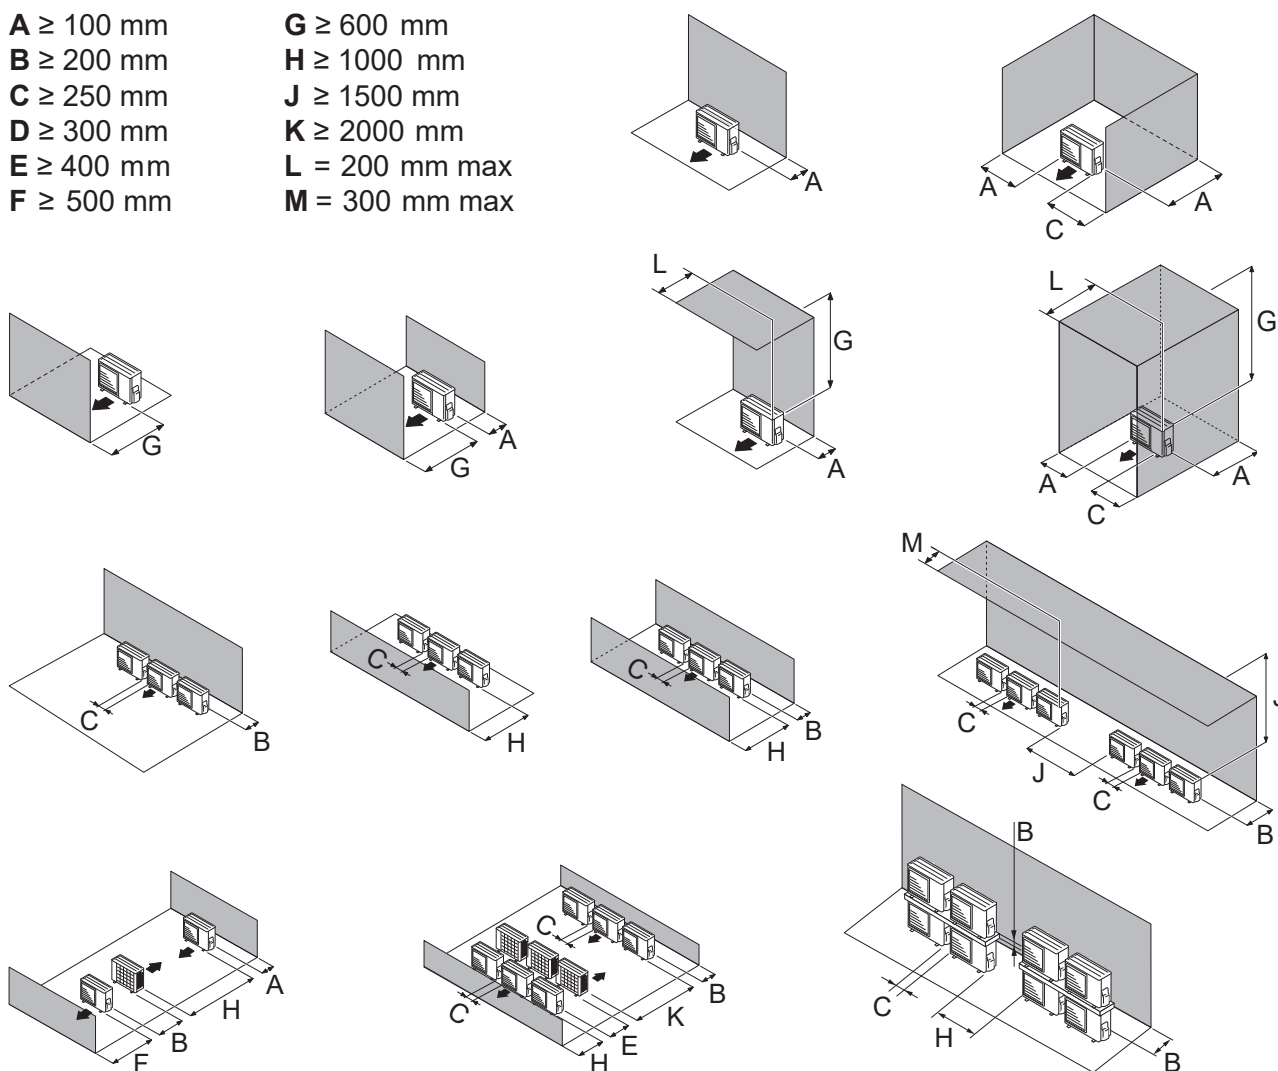
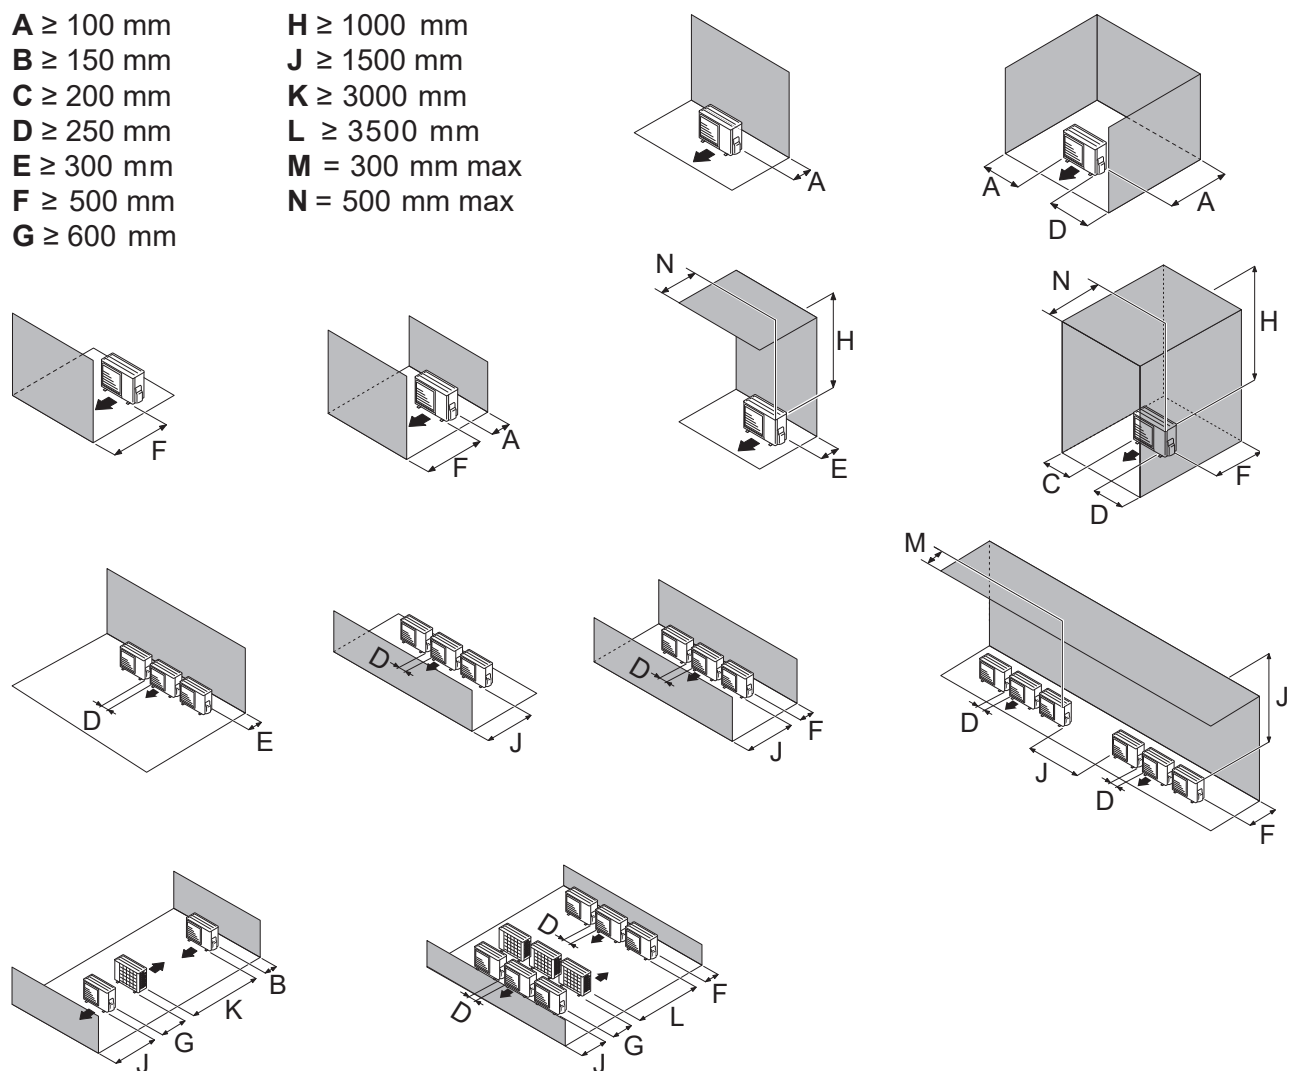

fig. 16 - Dégagements minimum d'installation autour de l'unité extérieure (modèle 3, 5, 6 et 8)
fig. 17 - Dégagements minimum d'installation autour de l'unité extérieure (modèle 10)
- L'appareil doit être parfaitement accessible pour les travaux d'installation et de maintenance ultérieurs (fig. 16 et fig. 17, page 18).
- Aucun obstacle ne doit entraver la circulation de l'air à travers l'évaporateur et en sortie du ventilateur (fig. 16 et fig. 17, page 18).